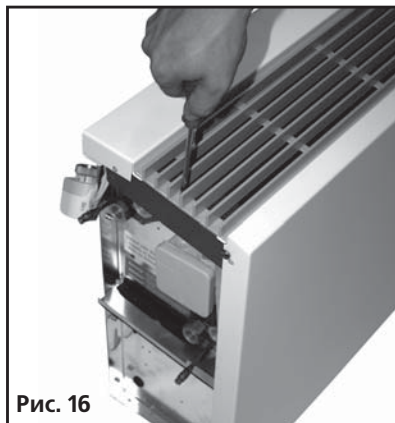

Рис. 16
- С помощью крестовой отвертки выкрутите винты, расположенные в левой и правой частях решетки по центру. Решетку следует поместить в безопасное место (рис. 16).